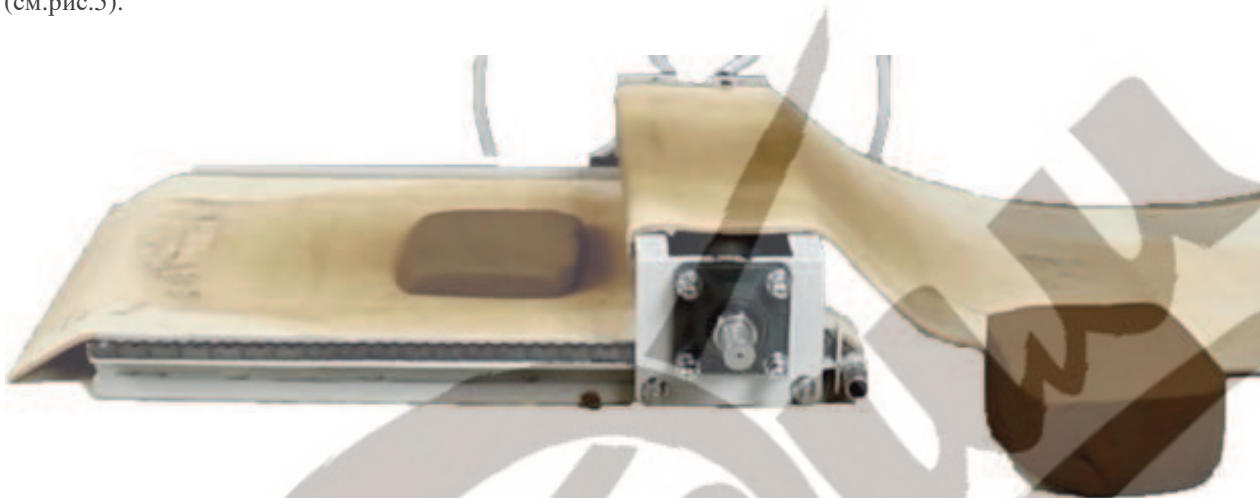

Рис.5 Кусок глины на бельтинге перед раскаткой.
4.5. Бельтинг (поз.5) выполнен из плотной ткани. Конструкция предусматривает складывание бельтинга вокруг трубки, таким образом он делится пополам. В процессе раскатки глина кладется между двух половин бельтинга (см.рис.5).
6.3. Положите необходимый кусок глины между слоями бельтинга (см. рис.5).